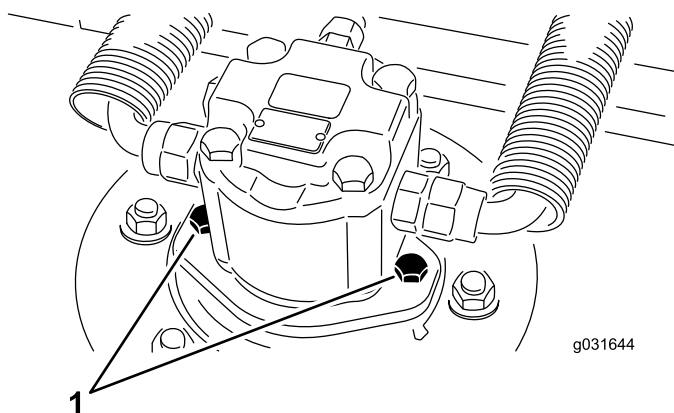

Figura 67
2. Retire os parafusos de montagem do motor hidráulico e desligue e retire o motor hidráulico da plataforma (Figura 67).
4. Utilizando os parafusos de montagem do motor hidráulico, instale o motor hidráulico na plataforma (Figura 67).